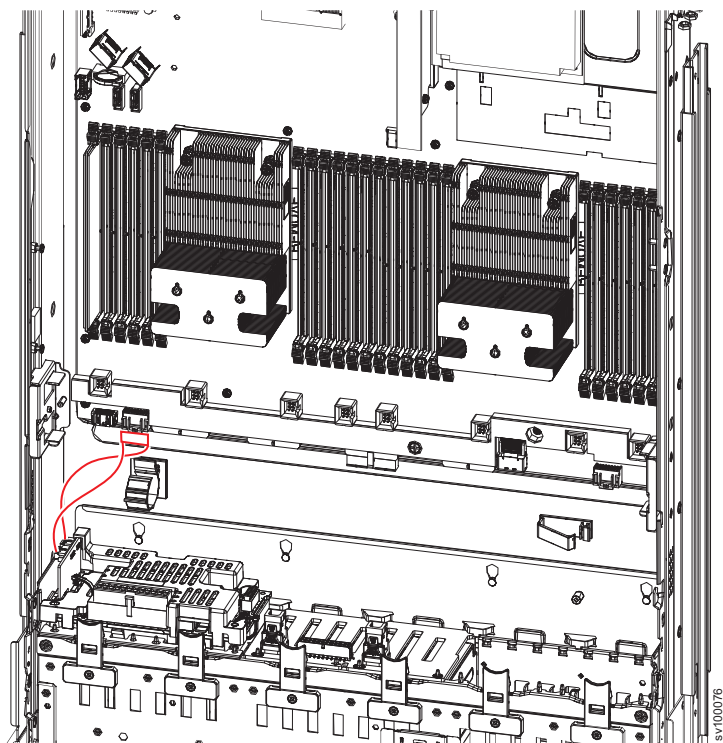

Figura 165. Cabo sensor de energia do painel traseiro de bateria do 2145-SV1
3. Conecte o cabo sensor de energia do painel traseiro da bateria à placa-mãe, se necessário, conforme mostrado em Figura 165.
4. Conecte o cabo sensor de energia do painel traseiro da bateria ao painel traseiro da bateria, conforme mostrado em Figura 165 na página 207.